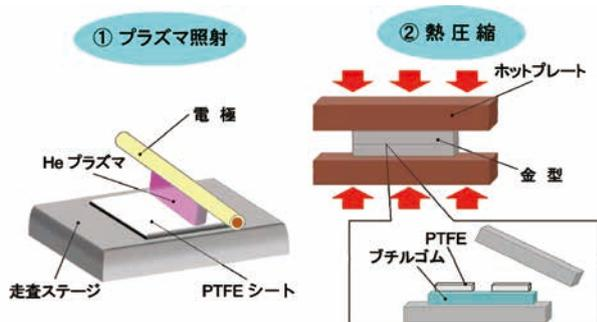
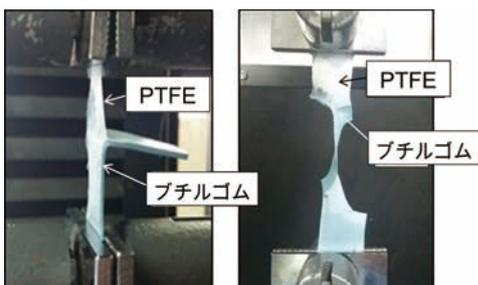

図2 非常に簡単な新規な接合プロセス
図3 T字剥離試験(凝集破壊の様子)
最も水や油をはじく材料であり、他の物質との接合が極めて困難です。研究グループは、この PTFE 「大気圧 He プラズマ処理」と「熱圧縮」という非常に簡単な2つのプロセスのみで(図2参照)、PTFE とブチルゴムを接合することにより、(1) 潤滑油を使用せず、(2) 接着剤も使用せず、(3) ブチルゴムの滑りを改善する、という三つの要求を満たすことに挑戦しました。そして、ブチルゴムが凝集破壊するほどの接着強度を得ることができました(図3参照)。